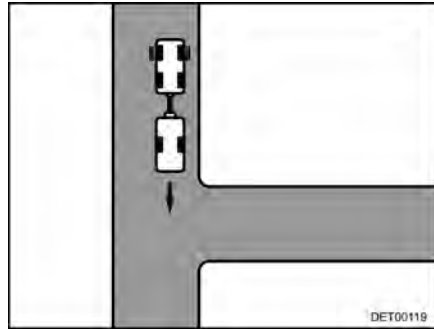

Fig. 13 Recorrido
- Acercarse a la entrada hasta que la parte trasera de la caravana esté a su altura (Fig. 13).